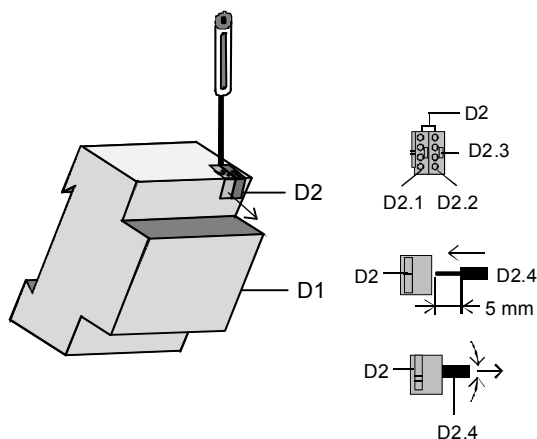

Bild 3: Busklemme aufstecken / entfernen
**5WG1 502-1AB01**Busklemme abziehen (Bild 3)
Busklemme aufstecken (Bild 3)
Anschließen der Busleitung (Bild 3)
Abklemmen der Busleitung (Bild 3)